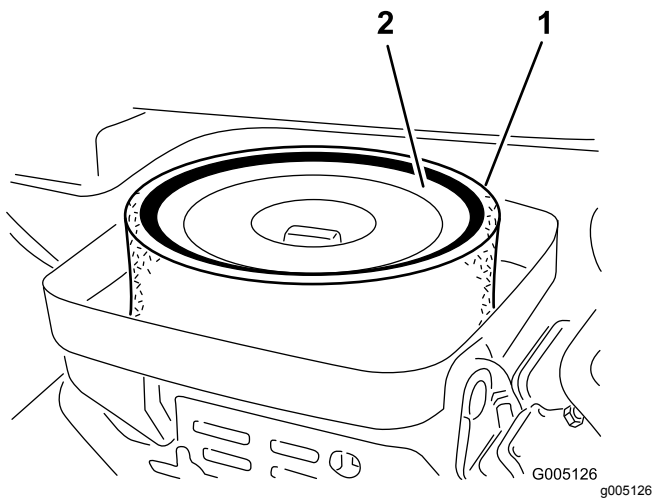

Figura 37
3. Togliete il dado ad alette che fissa gli elementi al corpo del filtro dell'aria (Figura 37).
4. Se l'elemento in schiuma sintetica è sporco, rimuovetelo dall'elemento di carta (Figura 37). Pulitelo accuratamente, come indicato di seguito: